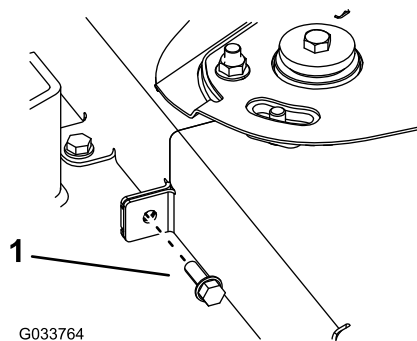

**Figure 69**
5. Retirez les 4 boulons de carrosserie et les 4 écrous qui fixent les 2 couvercles latéraux aux couvercles de courroie (Figure 69).
12. Montez les 2 couvercles latéraux sur les couvercles de courroie au moyen des 4 boulons de carrosserie et 4 écrous (Figure 69).